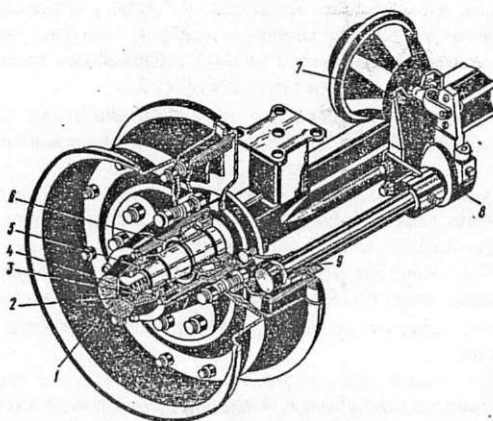

Рис.6. Ось с колёсами и тормозами:
4.1. Ось с колесами и тормозами (рис.6). Балки осей выполнены из периодического проката, с обоих торцов которого - цапфы. Колеса дисковые, состоят из двух половин, соединенных болтами. Шины 9.00-16 по ГОСТ 7463-80 модели Я-324 с давлением воздуха 0,35 Мпа (3,5 кгс/см²). Ступицы : колес установлены на двух конических роликоподшипниках (внутренний 7611А и наружный 7609А), закрепленных на цапфах. Передняя ось оборудована колодочными тормозами. Тормозной механизм каждого колеса барабанного типа с двумя разжимными колодками, к которым прикреплены фрикционные накладки: один конец накладок опирается на неподвижную опору, другой конец прижимается к эксцентриковой поверхности разжимного кулака через ролик.
Регулировка подшипников ступиц колес (см.рис.6) производится при наличии тугой затяжке подшипников.
4.6.1. Регулировка тормозов колес (см.рис.6) производится через 240 часов, а при необходимости и раньше.